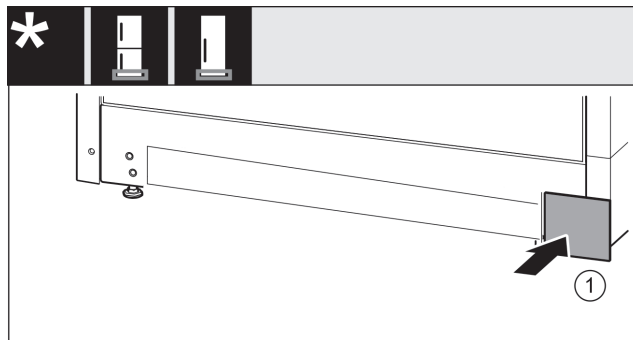

Fig. 37
- ▶ Снова установите крышку с другой стороны. Fig. 37 (1)